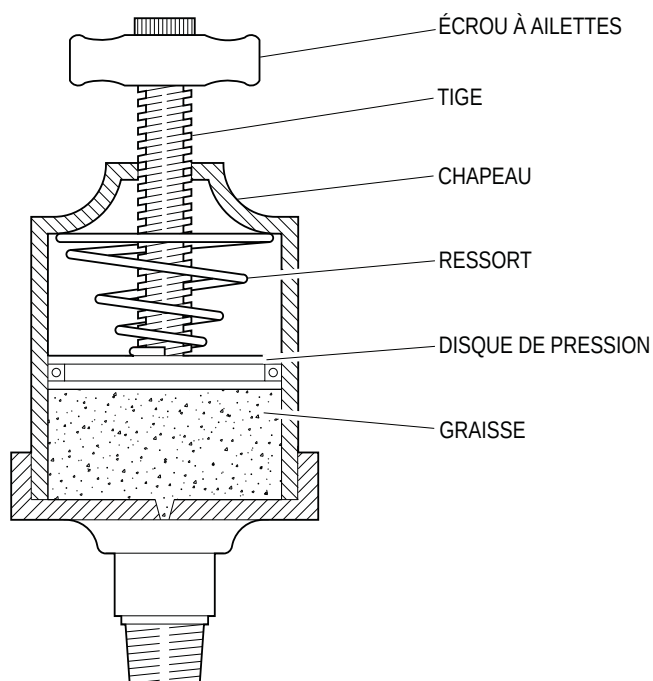

Figure 1 – Composants du graisseur automatique
- B. Vérifier le graisseur automatique à la pompe. Si la tige est entièrement sortie et l'écrou à ailettes tout en haut, le graisseur contient du lubrifiant. Sinon, suivre les instructions suivantes de remplissage du graisseur (voir Figure 1) :